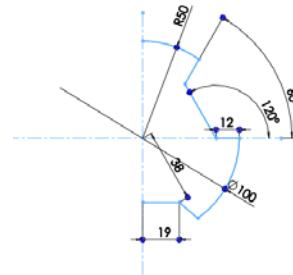

图 2-101 智能尺寸标注
**05** 标注尺寸。单击“草图”工具栏中的“智能尺寸”图标按钮 $\text{D}$ ，进行尺寸约束。单击“草图”工具栏中的“剪裁实体”图标按钮 $\text{X}$ ，修剪掉多余的圆弧线，如图 2-101 所示。